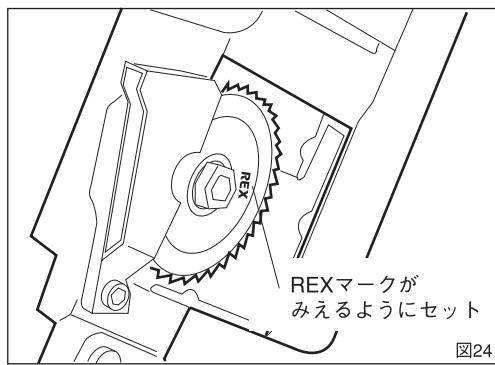

図24
- ④ 刃物の取付け方向はREXマーク及び文字が刻印されている面を表に向けて取付けてください。(図24)
- ⑤ 刃物の交換が終ったら、必ずカバーを取付け、止めねじをしっかりと取付けてください。